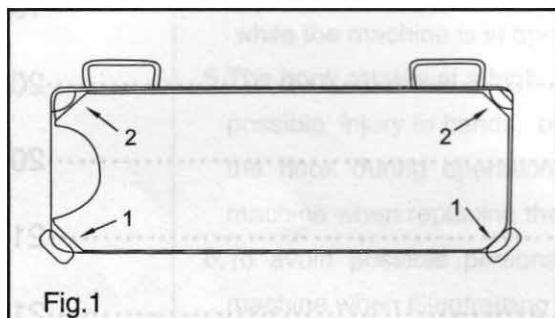
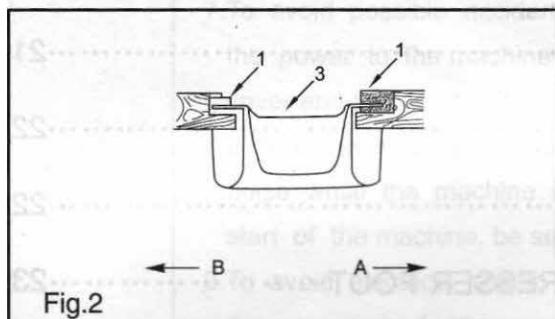

Fig.1
Fig.2
4. Установка машины (Fig. 1, 2, 3, 4)
2) Установите два амортизатора "1" со стороны "А" масляного поддона "3" (к оператору). Установите две позиции "2" со стороны "В" масляного поддона "3" (прикрепите сторону на шарниры), затем установите масляный поддон "3" (Fig.1, Fig.2)